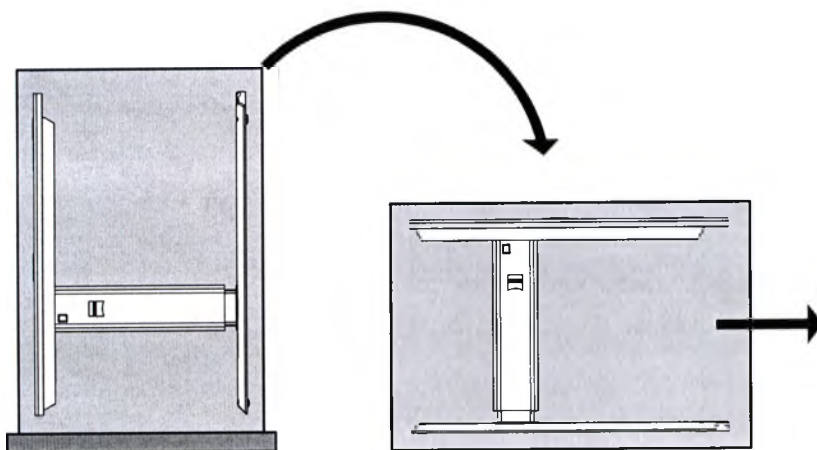

Рис. 3 Распаковывание инструментального стола
- Снимите стол вместе с упаковкой с паллета и поверните его на 90° так, чтобы опора находилась внизу (смотрите Рис. 3).